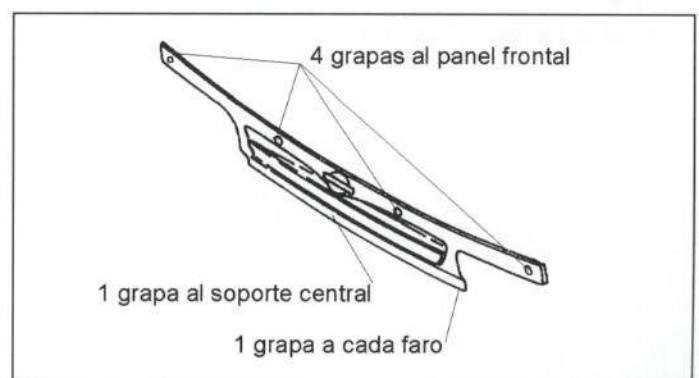

Figura 16.- Unión de la rejilla frontal
La rejilla frontal va fijada mediante grapas, como se muestra en la figura 16.
- Rejilla frontal (figura 16).